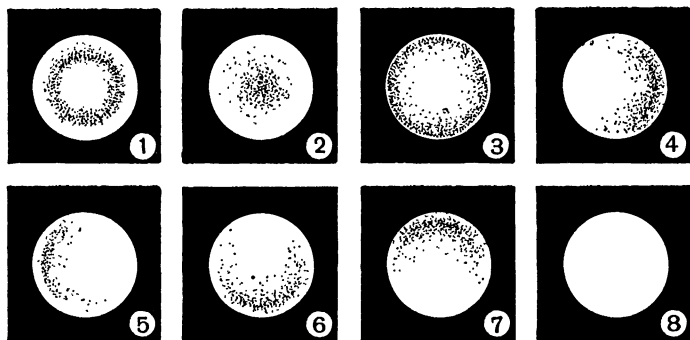

Рис. 14. Освещение экрана.
Рисунок 14 показывает освещение экрана в разных случаях установки источника света. Синеватые тени в форме кольца (1) или круга посредине светлого поля (2) указывают на то, что лампа слишком близка к конденсатору; при слишком большом удалении источника, наоборот, края круга затянуты красноватой тенью (3). Если источник света находится правее или левее, чем надо, то справа (4) и слева (5) получается полукольцевая